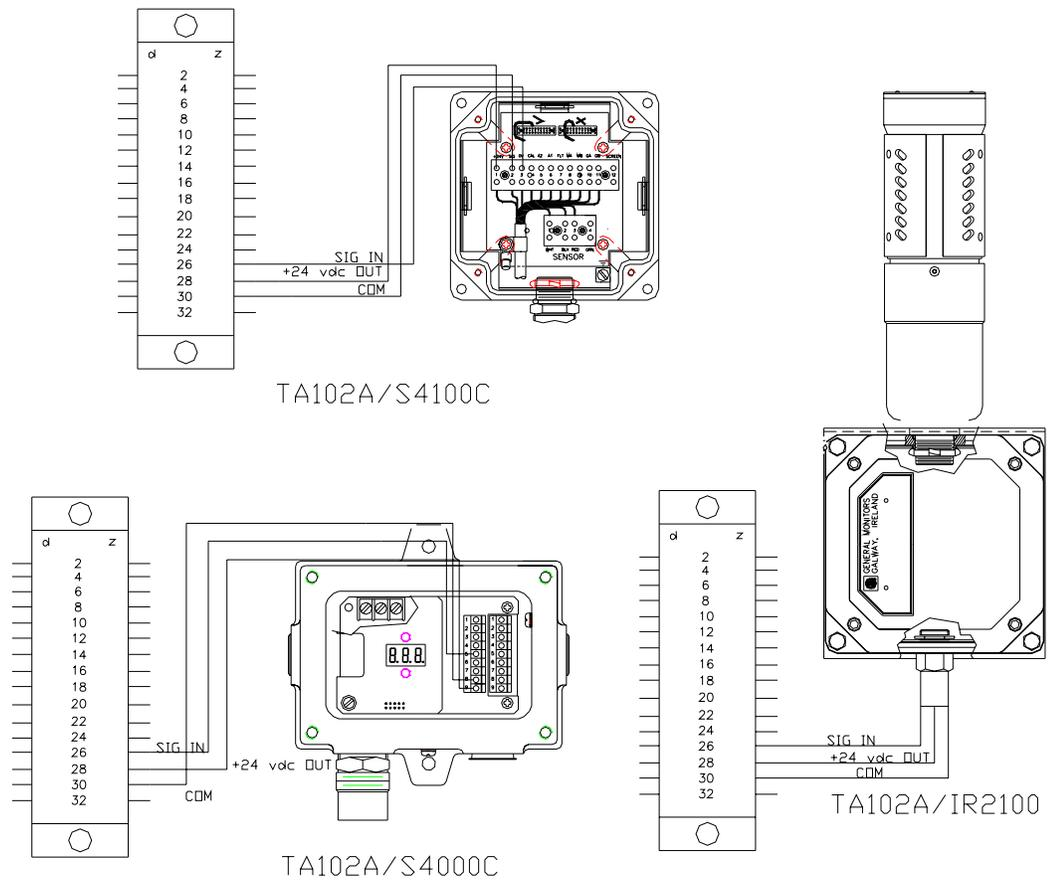

Figure 31 – Connexions du dispositif de terrain/ contrôleur
La Figure 31 illustre les connexions du dispositif de terrain/contrôleur.
- Les entrées de Capteur à perle ou de Détecteur d'aiguilles IR comprend les trois raccordements de fil utilisés avec des Dispositifs de terrain de General Monitors (Alimentation, Signal, +24 V c.c.). Voir la Figure 31.